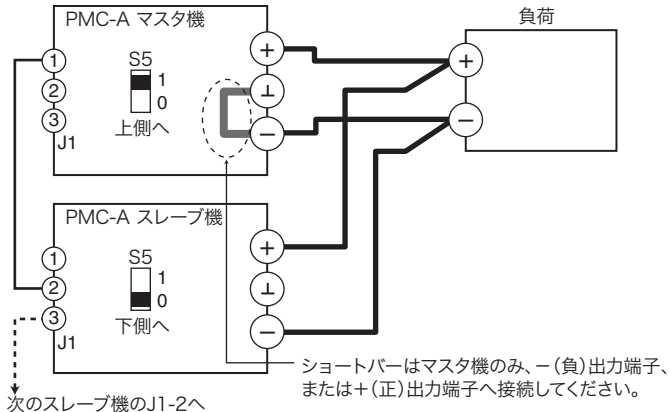

図 4-5 ワンコントロール並列接続および設定
- 4 図 4-5 「ワンコントロール並列接続および設定」のように各機の接続および設定を行います。すべてのスレーブ機の S5 スイッチは、下側 (0) に設定してください。